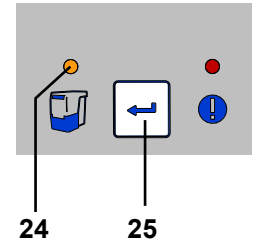

Fig. 11
**Enquanto a gaveta do pó não for esvaziada, o respectivo indicador (24, Fig. 11) permanece aceso. Além disso, depois de o aparelho ser desligado e novamente ligado, o sinal sonoro soando 3 vezes relembra a necessidade de esvaziar a gaveta do pó.**